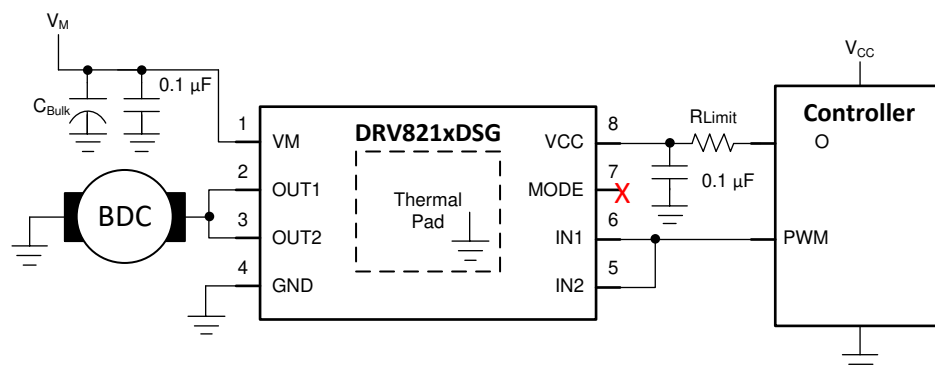
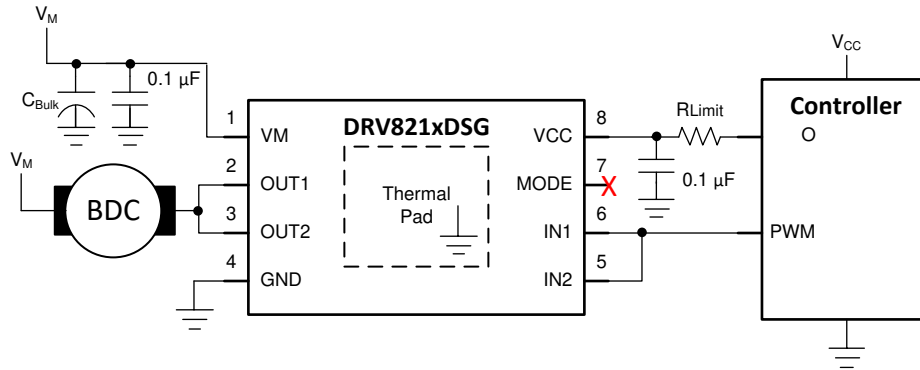

图 6-3. 半桥模式用作输出并联的高侧驱动器
图 6-4. 半桥模式用作输出并联的低侧驱动器
3. 使用无裸露部分的细导线在 J3 接口处短接 OUT1 和 OUT2，或者使用带夹子的小线缆短接 OUT1 和 OUT2 测试点。确保导线具有低电阻，并且至少能够承受 4A 的连续峰值电流。将电机或目标负载的一端连接到 J3 接口上的 OUT1 或 OUT2，另一端连接到 VM (用于低侧驱动) 或 GND (用于高侧驱动)。有关方框图，请参阅图 6-3 和图 6-4。